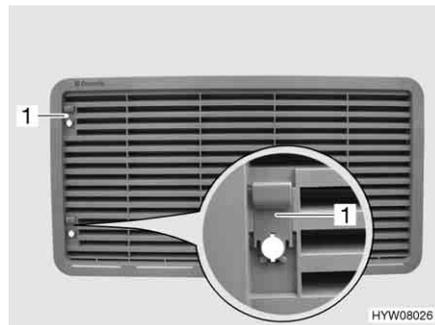

Bild 185 Kühlschrank-Lüftungsgitter (mit Schieber)
- Schieber (Bild 185,1) nach oben schieben.